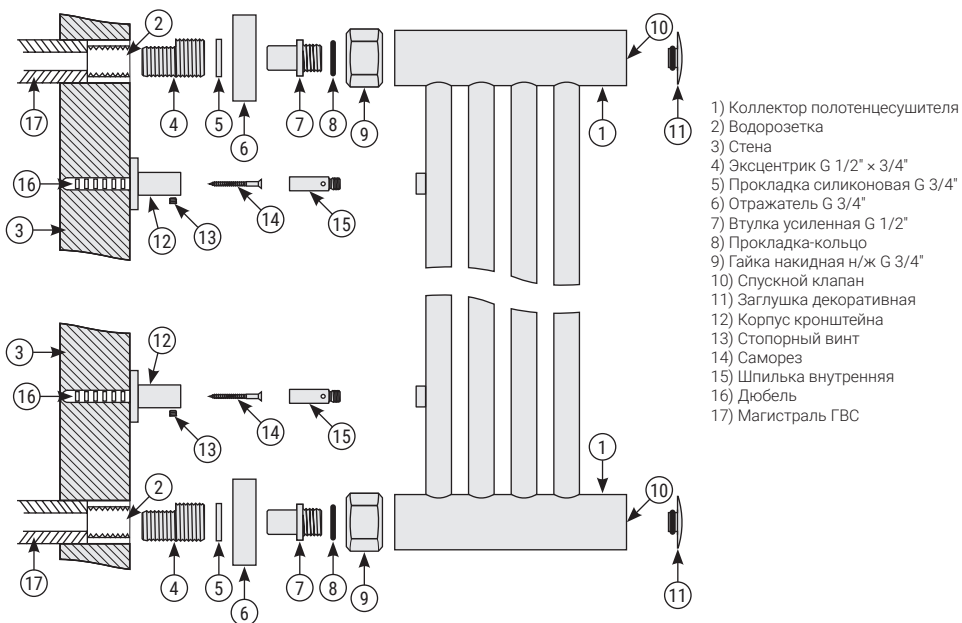

Рис.1
ВНИМАНИЕ! Узел 7, 8, 9 (рис. 1) в сборе, прошел проверку на герметичность.
5.1. Сборку и установку изделия производить согласно схеме (рис. 1).
5.7. Для герметизации резьбовых соединений производитель комплектует изделие прокладками собственного изготовления (п. 3.6, п. 3.7 и рис. 1 «5», «8»).